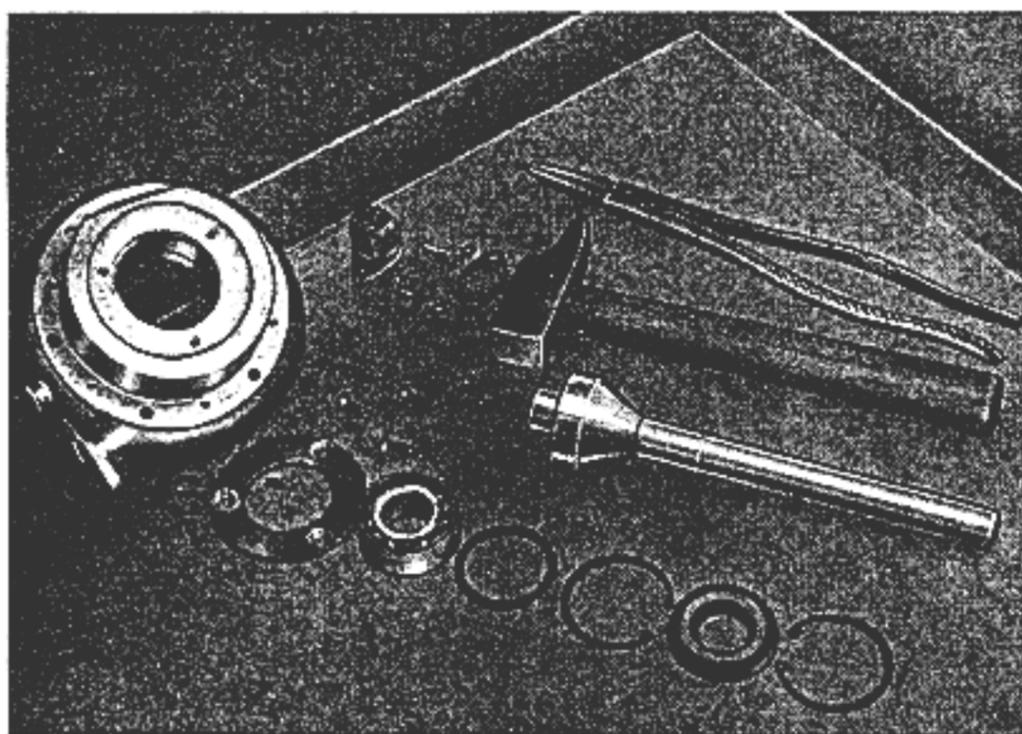

Fig. 19
- op. 36 - Estrarre dalla flangia volano il cuscinetto a sfere o, secondo il tipo, la pista esterna del cuscinetto a rulli; togliere l'anello seeger di fermo della guarnizione, sfilare la guarnizione aiutandosi con un cacciavite, togliere l'anello seeger e la rosetta di spallamento; svitare le 3 viti che fissano la flangia di bloccaggio e sfilare il cuscinetto dalla sua sede servendosi dell'attrezzo n. 57838. Vedi fig. 19.